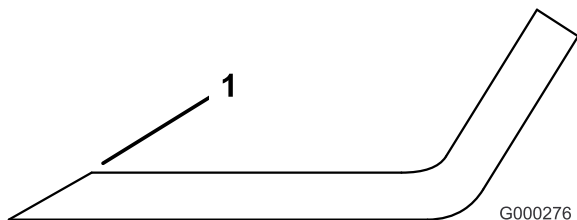

Figura 23
3. Inspeccione as extremidades de corte de todas as lâminas. Afie as extremidades de corte se estas apresentarem sinais de desgaste ou ranhuras. Afie apenas o lado superior da parte cortante e mantenha o ângulo de corte original para garantir um desempenho eficaz da lâmina (Figura 23). A lâmina mantém o equilíbrio se for retirada a mesma quantidade de metal de ambas as partes cortantes.